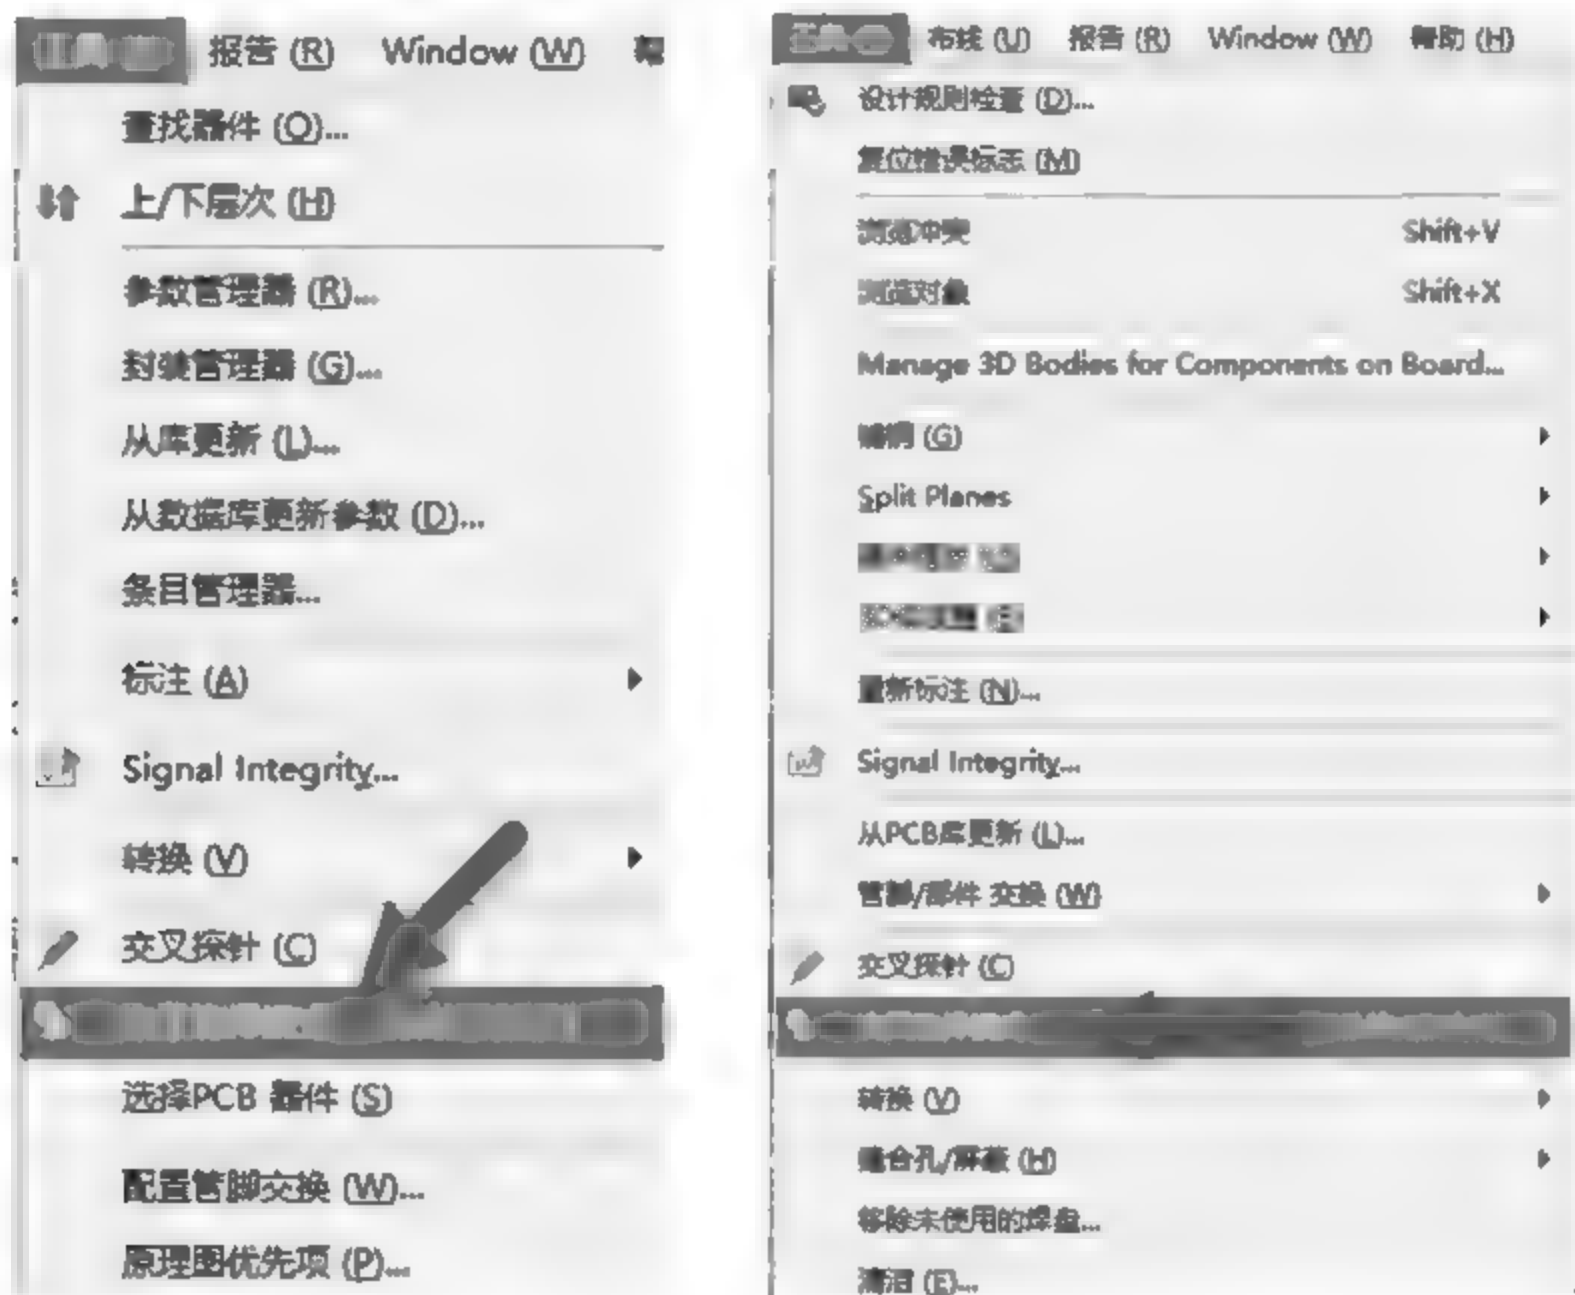

图 5-30 打开交叉选择模式
(1) 打开交叉选择模式。需要在原理图编辑界面和 PCB 编辑界面都执行菜单栏中“工具”→“交叉选择模式”命令,或者按快捷键 Shift + Ctrl + X,如图 5-30 所示。